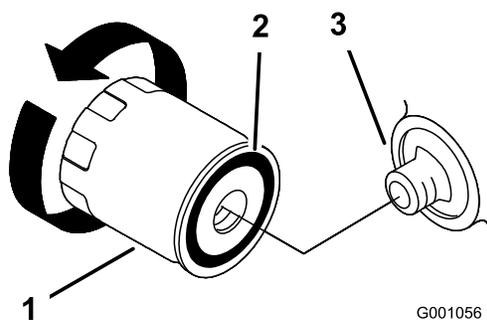

Figure 22
2. Déposez le filtre à huile usagé et essuyez la surface du joint de l'adaptateur (Figure 22).
3. Appliquez une fine couche d'huile neuve sur le joint en caoutchouc du filtre de rechange (Figure 22).
4. Posez le filtre à huile de rechange sur l'adaptateur, tournez le filtre dans le sens horaire jusqu'à ce que le joint en caoutchouc rencontre l'adaptateur, puis serrez-le encore de 2/3 de tour à 1 tour (Figure 22).